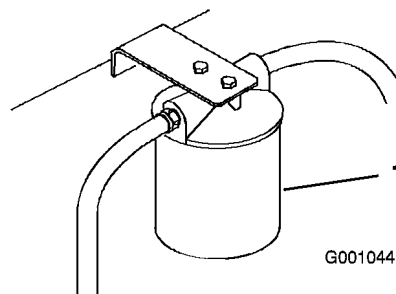

Figura 55
3. Coloque un recipiente bajo el filtro, retire el filtro usado y limpie con un paño la superficie de la junta del adaptador del filtro (Figura 55).